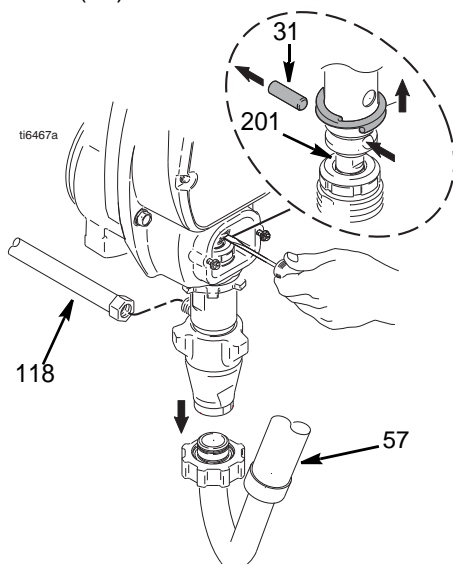

FIG. 16
3. FIG. 16. Arrestare la pompa con lo stantuffo (201) nella posizione più bassa.
5. FIG. 16. Rimuovere il flessibile (118) e il flessibile di aspirazione (57). Utilizzare un cacciavite per spingere la molla di ritenzione verso l'alto e spingere fuori lo spinotto (31).